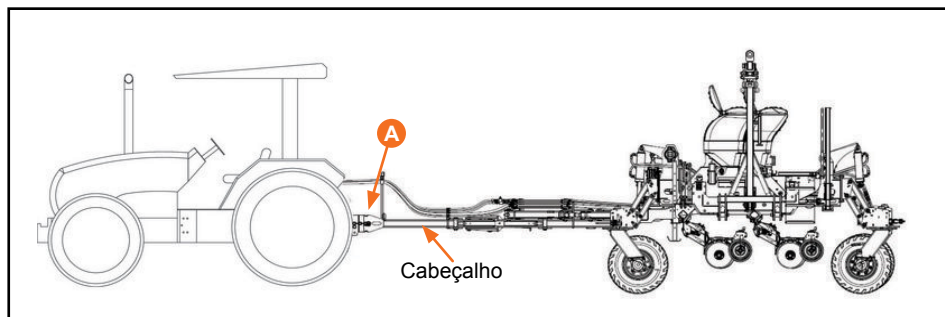

Figura 41
- Faça o fechamento da válvula (A) instalada no cilindro hidráulico do cabeçalho de plantio (Figura 41).